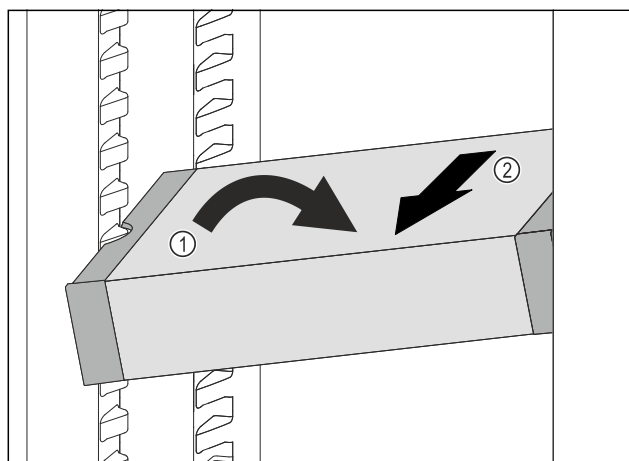

Fig. 142
- Állítsa ferde helyzetbe a VarioSafe-fiókot a hűtőrésszen. Fig. 142 (1)
- Előrefelé vegye ki a VarioSafe-fiókot. Fig. 142 (2)